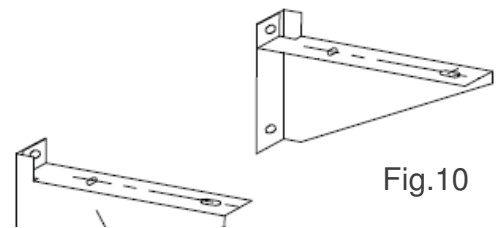

Fig.10
- Si los soportes de instalación para instalar la unidad exterior son necesarios, es necesario que adquiera los soportes por separado. Fig. 10.